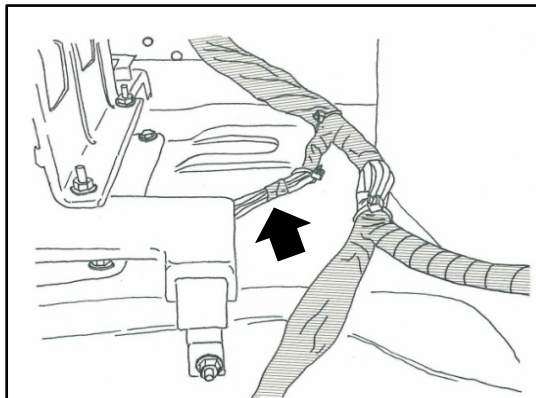

図1 ハーネス切断位置
(2) ボルト・ナットを外し、ストラットタワーバーを補強パネルと一体で取り外します。
(3) トランクルーム右前方の、図1に示す配線の中から黒/黄と茶(太)の線をさがし、切断します。
① 黒/黄線のフューエルポンプ側コードにオスギボシを、車両側(モジュレータ側)コードにメスギボシをカシめます。
② 茶線のフューエルポンプ側コードにメスギボシを、車両側(モジュレータ側)コードにオスギボシをカシめます。
(4) 基本配線図を参考にしながら、リレーハーネスの赤線と黒線をそれぞれ(3)の黒/黄、茶線と接続します。
(5) 丸型端子をバッテリーに接続します。